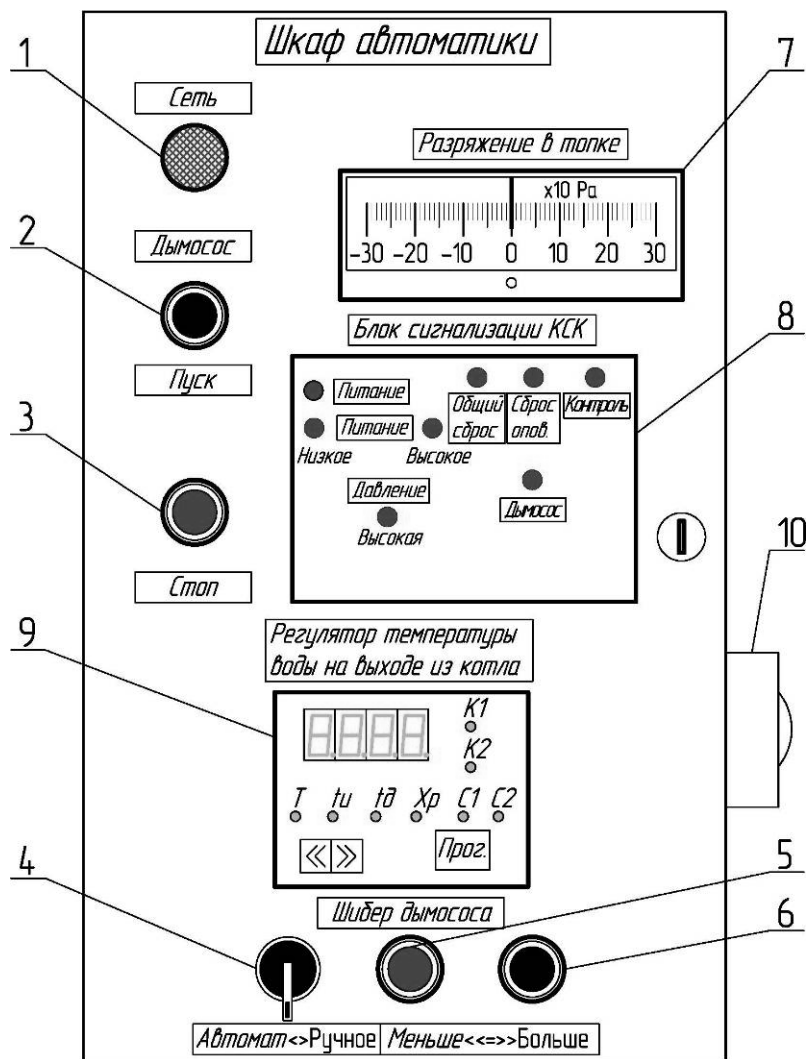

Рис. 3.4
Срабатывание автоматики безопасности сопровождается светозвуковой сигнализацией (сирена (поз. 10, рис.3.4). Во всех случаях срабатывания сигнализации, повторный пуск ее будет возможен только после устранения причины, вызвавшей ее срабатывание. Схема аварийной и технологической сигнализации предусматривает снятие звукового сигнала, но при этом сигнал остается до полного устранения аварии с последующим сбросом на кнопке сигнализации КСК-Б (поз.8, рис. 3.4). Поддержание температуры воды на выходе из теплообменника может осуществляться вручную или автоматически регулятором ТРМ12А (поз. 9 рис.3.4), по сигналу датчика температуры, путем воздействия электрического исполнительного механизма на шибер в газоходе.
- включить дымосос. Выставить шибером дымососа разрежение за теплообменником 6 ± 2 мм.вод.ст. (60 ± 20 Па) контролируя его со шкафа автоматики (рис. 3.4, поз. 7);